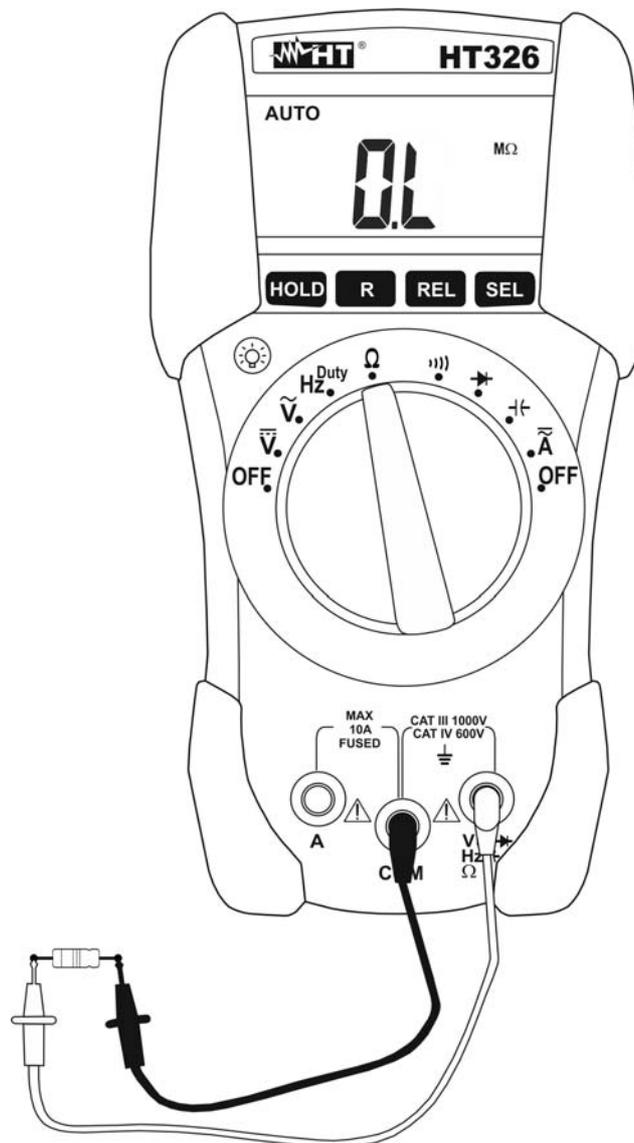

Fig. 6: Uso dello strumento per misura di Resistenza
4. Posizionare i puntali nei punti desiderati del circuito in esame (vedere Fig. 6). Il valore della resistenza è visualizzato a display